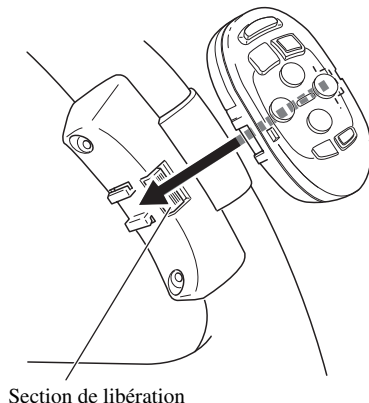

Fig. 10
4. Installer l'unité de télécommande dans le support. (Fig. 10)